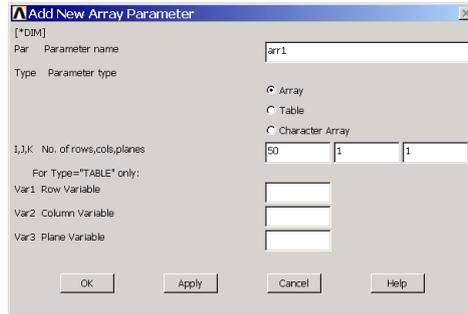

图7.14 设置数组
(2) 单击  按钮，接着弹出如图 7.14 所示的对话框。在 **【Parameter name】** 文本框中输入数组名 **【arr1】**，在 **【No. of rows,cols,planes】** 文本框中分别输入 **【50】**、**【1】** 和 **【1】**，然后单击 **【OK】** 按钮。至此已经定义了一名为 arr1 的空数组。